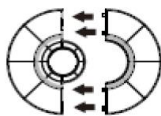
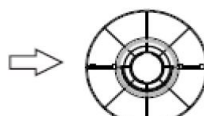

Fig. 1
Fig. 2
Per montare la base d'appoggio (6). Prendere le due metà della base e montarle tra loro con gli appositi agganci fino ad ottenere la base completa (Fig.1 e Fig. 2). Per montare al corpo principale (3), avvitare la base alla parte inferiore della stufa, ruotando in senso orario. Collocare la stufa in posizione verticale e come indicato nelle informazioni d'uso.
- Take the two halves of the base (fig.1) and mount them together until obtaining the complete base of fig. 2.
- Mount to the body (3), screwing clockwise the base (6) to the lower part of body (3).